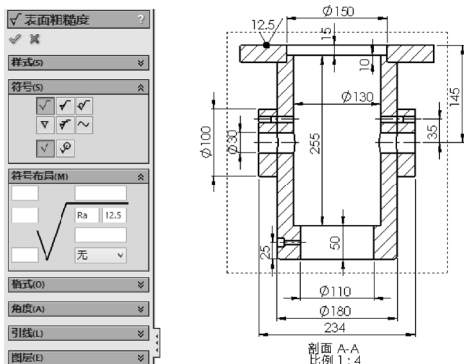

图 7-104 添加粗糙度标注
STEP 7 单击“注释”工具栏中的“表面粗糙度符号”按钮, 在打开的“表面粗糙度”属性管理器中设置最大粗糙度 12.5, 单击剖视图上表面标注粗糙度, 如图 7-104 所示。